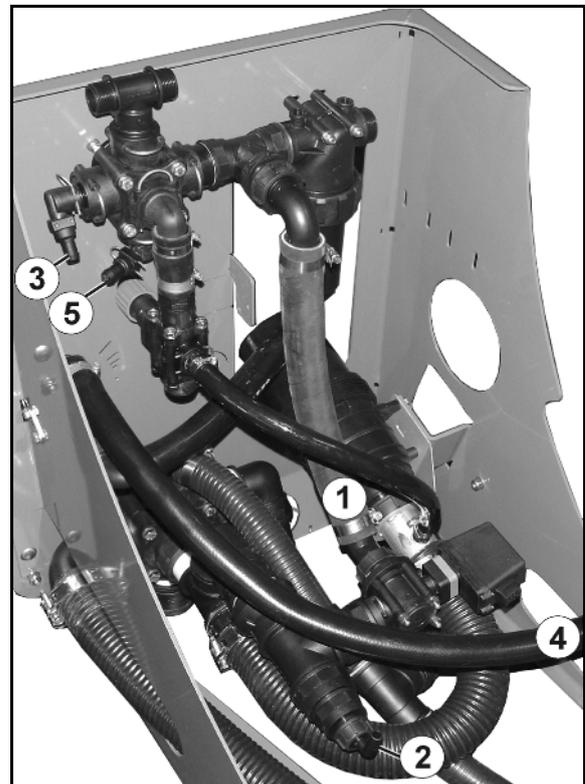
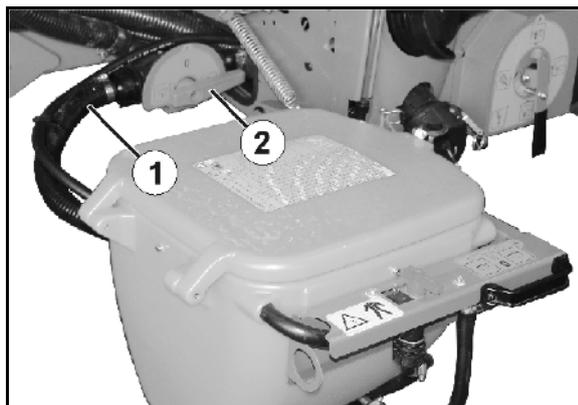

Fig. 156
Fig. 157
2. Demontieren und reinigen Sie den Saugfilter (Fig. 156/1). Hierzu siehe **Seite 187**.
- 5.1 Den Druckfilter (Fig. 156/2) über Hahn **C** entleeren.
- 5.2 Schrauben Sie den Rührwerks-Schlauch (Fig. 157/4) (vom Hahn **C** abgehend) vom Spritzflüssigkeitstank ab.
6. Schrauben Sie den Zulauf-Schlauch (Fig. 157/1) vom Regelventil ab. Der Zulauf – Schlauch verbindet den VARIO-Schalthehn –Druckseite (Fig. 156/**B**) mit der Saugarmatur.
7. Schrauben Sie den Rücklauf-Schlauch (Fig. 157/2) der Teilbreiten-Armatur von der VARIO-Schalthehn Saugseite (Fig. 156/**A**).
9. Entfernen Sie den Innenreinigungsschlauch (Fig. 157/3) von der VARIO-Schalthehn – Druckseite (Fig. 156/**B**).
11. Entfernen Sie den Außenreinigungsschlauch auch, wenn keine Außenreinigung vorhanden ist (Fig. 157/5).
15. Wechseln Sie an der VARIO-Schalthehnhahn – Saugseite (Fig. 156/**A**) und VARIO-Schalthehnhahn – Druckseite (Fig. 156/**B**) mehrmals zwischen allen Schalt-Positionen.